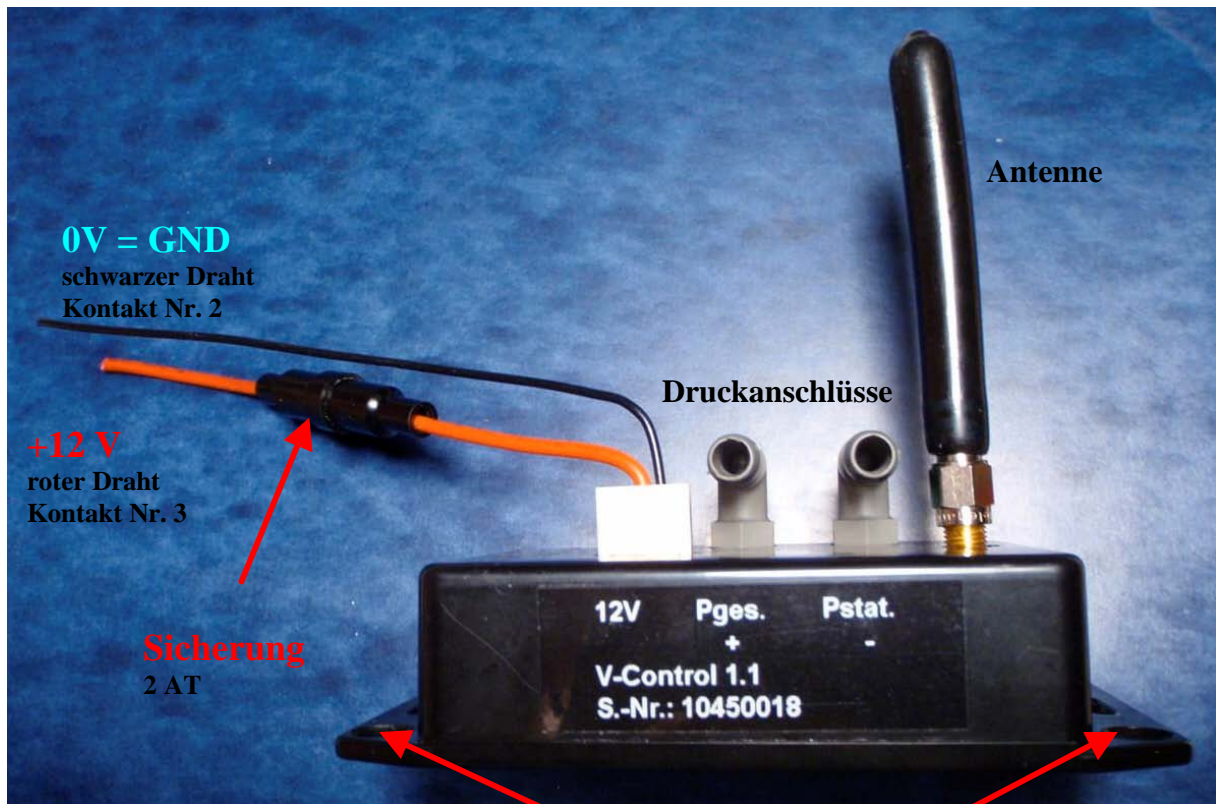

Bild 1: Anschlüsse
2. Installation (Anlage Bild 1)